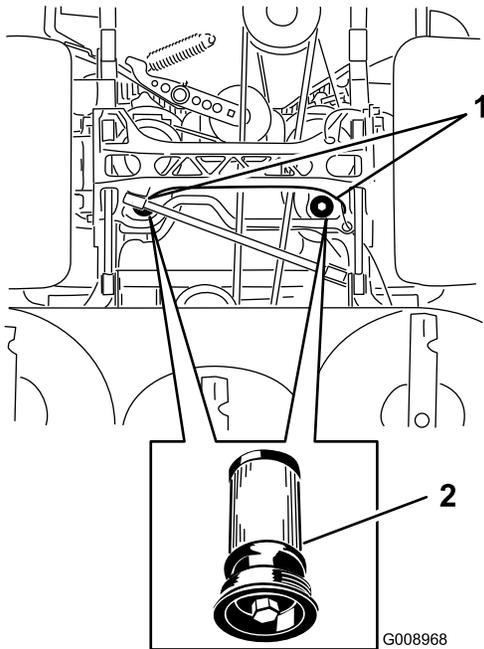

Figura 102
5. Coloque un recipiente debajo del filtro, retire el filtro usado y limpie la superficie (Figura 102).
6. Aplique una capa fina de fluido hidráulico a la junta de goma del filtro nuevo (Figura 102).